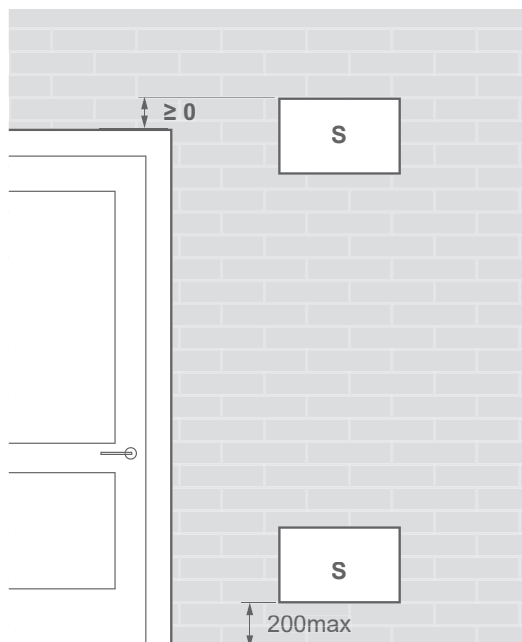

fig. 22 - Posição das aberturas de ventilação
- A divisão beneficia de ventilação natural para outra divisão em que a soma dos volumes das duas divisões é superior à "carga total de líquido" (em kg) / 0,3kg/m³. A ventilação entre as duas divisões é assegurada por aberturas de, pelo menos: ver *fig. 23 e fig. 22*.